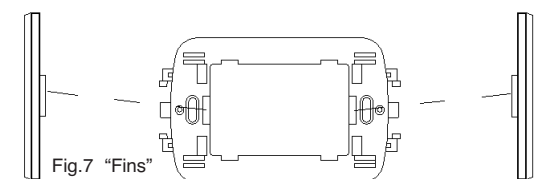

Fig.7 "Fins"
•Nel caso il Termostato **Arte** debba ricevere placche AVE Banquise o Noir VIMAR Idea o Rondò, BTICINO Matix, inserire nelle apposite fessure laterali le adeguate **"Barrette coprifiori"** in dotazione. (Fig.7).
• In case the **Arte** thermostat have to receive a AVE Banquise o Noir VIMAR Idea o Rondò, BTICINO Matix, plate, insert into the lateral slot the adapt **"Fins"** equipped. (Fig.7)